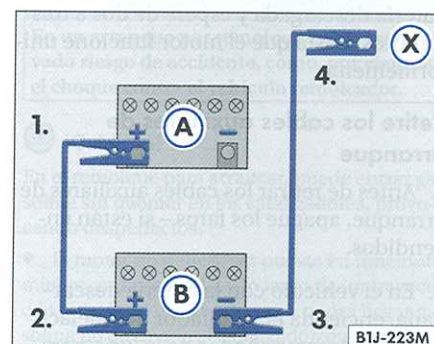

Fig. 159 Secuencia de conexión de los cables auxiliares de arranque
3. Conecte un extremo del cable auxiliar de arranque rojo al terminal positivo ⇒fig. 159 ⊕ del vehículo con la batería descargada ⇒fig. 159 ⊕A ⇒⚠.
4. Conecte el otro extremo del cable auxiliar de arranque rojo al terminal positivo ⇒fig. 159 ⊕ del vehículo que suministrará la corriente ⇒fig. 159 ⊕B ⇒⚠. ▶
5. Conecte el otro extremo del cable auxiliar de arranque *negro* al terminal negativo ⇒ página 207, fig. 159  del vehículo que suministrará la corriente  ⇒ página 207, fig. 159.
6. Conecte el otro extremo del cable *negro* en el vehículo con la batería descargada a una pieza maciza ⇒ página 207, fig. 159 , firmemente atornillada al bloque del motor, pero evitando estar en las proximidades de la batería ⇒ .